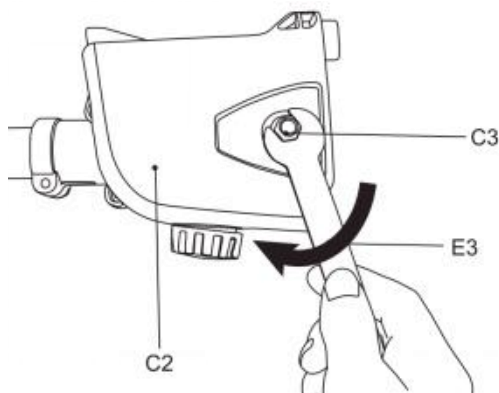

Fig. 12
8) Remettez le couvercle (C2), installez l'arrière du couvercle puis l'avant, assurez-vous que la goupille est bien en place. Serrez légèrement l'écrou restant (C3) à l'aide de la clé de montage (E3) (Fig. 12). Ne serrez pas complètement les écrous car la tension de la chaîne de scie est nécessaire en premier.